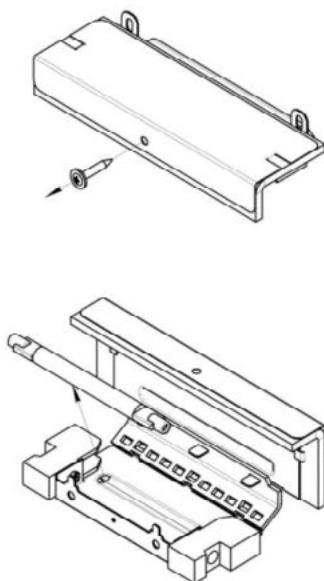

Рис. 27
- Раскройте свечу, откинув вверх верхний корпус свечи (Рис.27).